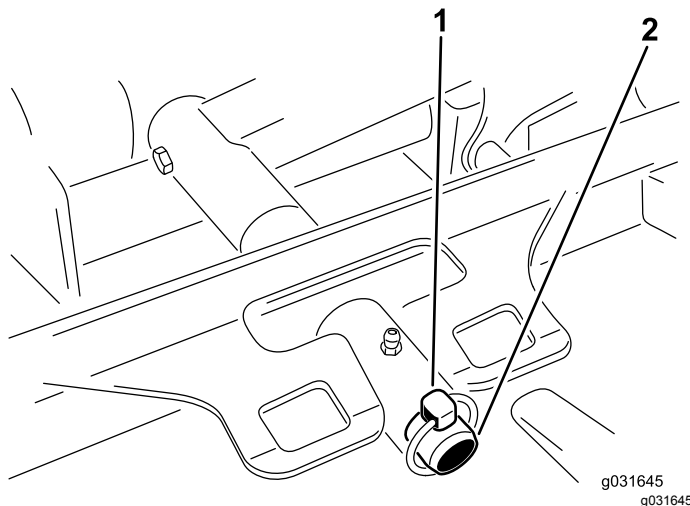

Figura 66
3. Retire el pasador de seguridad o la tuerca de retención que sujeta el bastidor de tiro de la carcava a la barra de giro del brazo de elevación (Figura 66).
3. Desplace el bastidor de tiro de la carcava sobre la barra de giro del brazo de elevación y fíjelo con el pasador de seguridad o la tuerca de retención (Figura 66).